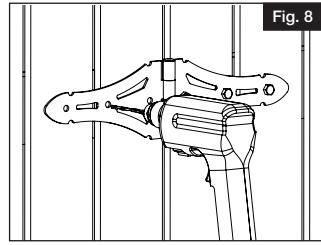

Fig. 8
- d. Percer des avant-trous de 7/32 po (5,6 mm) sur le poteau (Fig. 8).